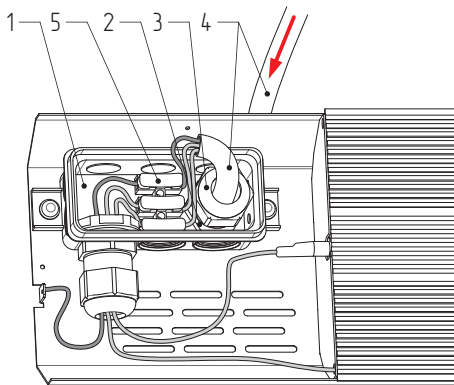

Рисунок 8. Монтаж питающего кабеля обогревателя
- 7.4.2. Открутить полукруглую гайку гермоввода, пропустить разделанный питающий кабель в гермоввод (см. рис. 8).